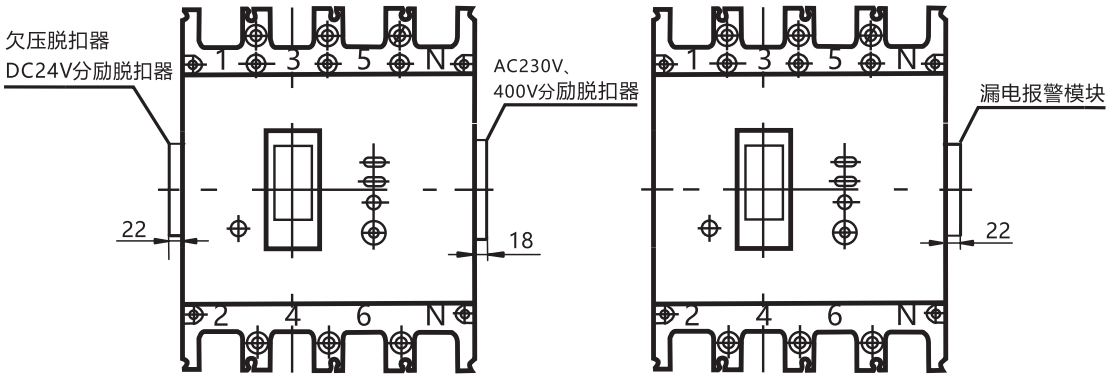
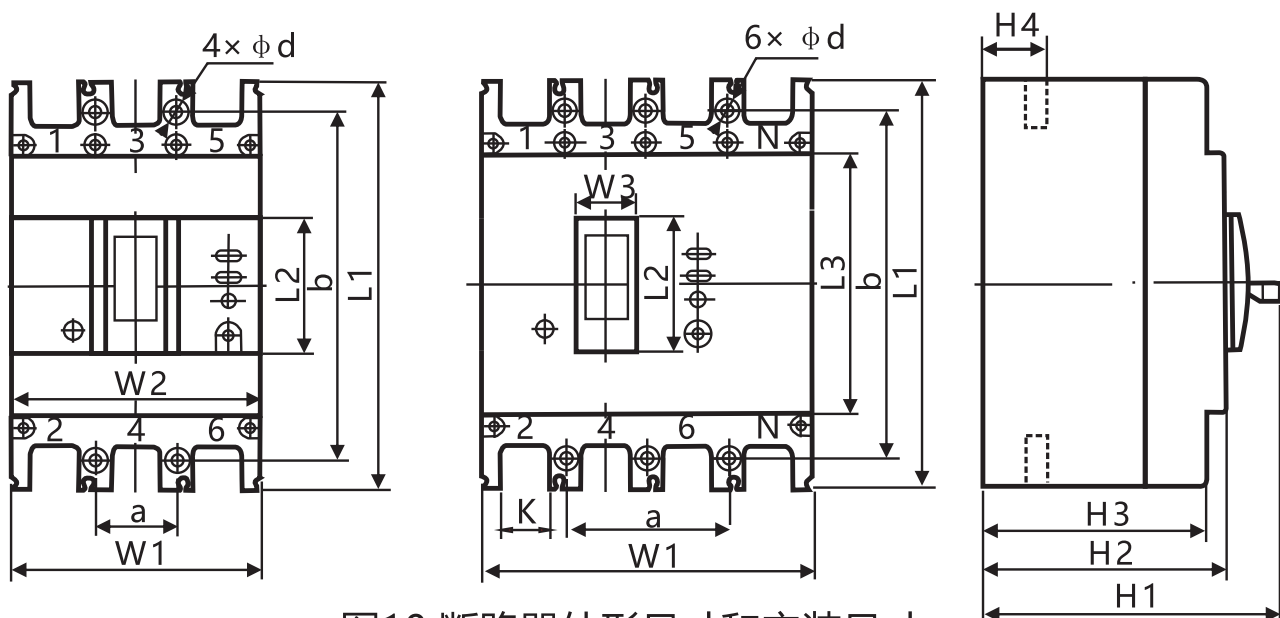

图9 附件装置尺寸
图10 断路器外形尺寸和安装尺寸
6.1 断路器的外形尺寸及安装尺寸见图8、图9、图10和表10